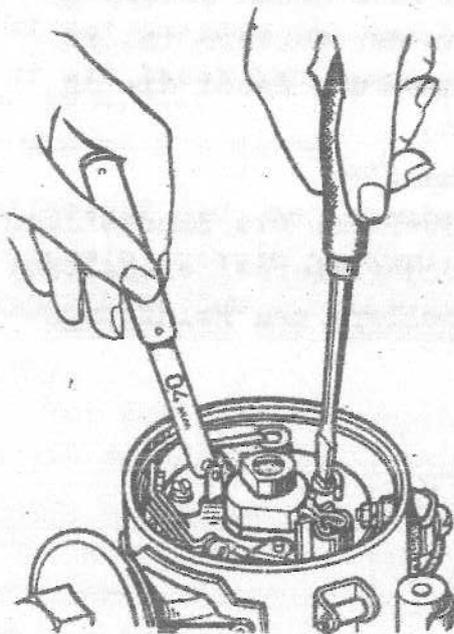
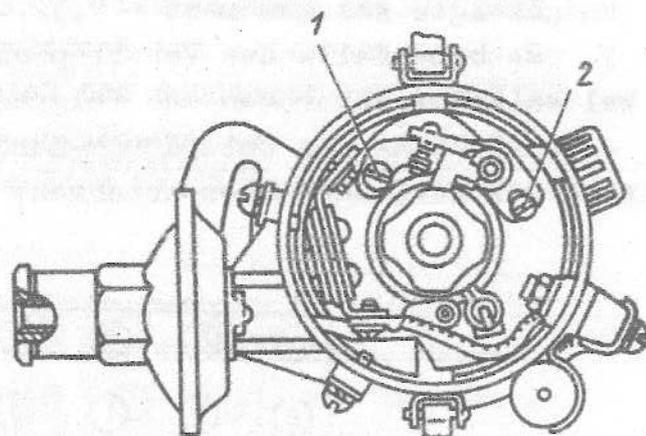

Bild 27. Einstellen des Kontakt-
Bild 28. Zündverteiler:
1. Den Zündverteiler stets sauber und trocken halten. Die Kontakte des Verteilers mit Samischleder reinigen und bei ihrem Verschleiß sie mit einer Schlichtfeile putzen und die Unebenheiten entfernen. Regelmäßig den Kontaktabstand prüfen, der in völlig geöffnetem Zustand 0,35...0,45 mm betragen soll (Bild 27). Zum Einstellen die Arretierschraube 1 (Bild 28) lockern und die Exzenter-schraube 2 entsprechend drehen. Abschließend Arretierschraube 1 festziehen.